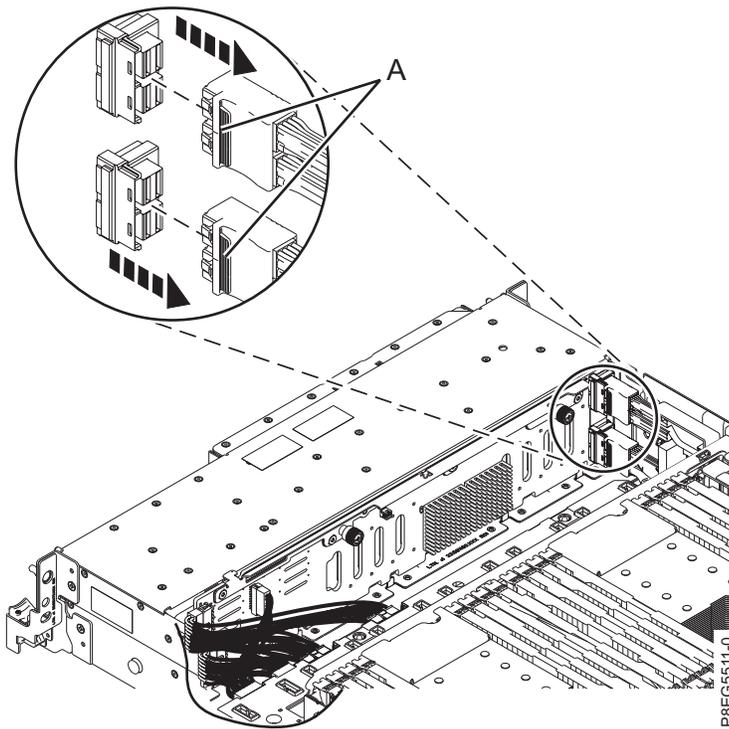

Abbildung 14. Abziehen der vorderen SAS-Kabel
3. Beschriften Sie die vorderen SAS-Kabel und achten Sie dabei darauf, mit welchen Anschlüssen auf der Plattenlaufwerksrückwandplatine und dem internen SAS-RAID-Adapter die Kabel verbunden sind. Ziehen Sie die vorderen SAS-Kabel von der Plattenlaufwerksrückwandplatine ab, indem Sie die Verriegelung (A) drücken und die Kabel abziehen (wie dargestellt in Abb. 14).